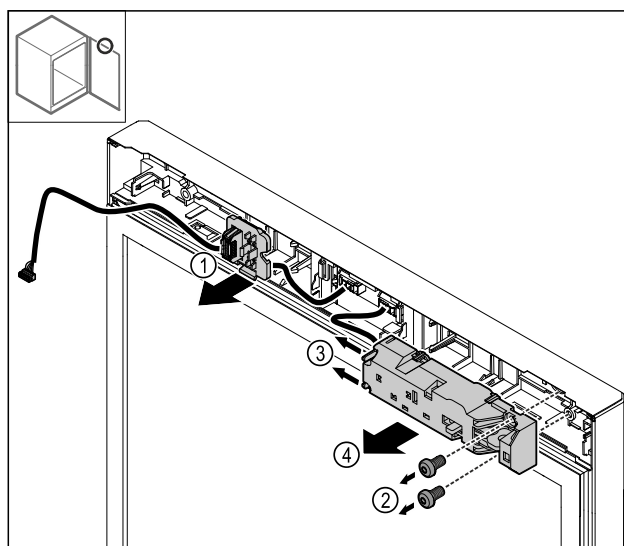

Fig. 27
- ▶ Løsne pluggholderen Fig. 27 (1).
- ▶ Fjern skruene Fig. 27 (2).
- ▶ Trykk låsetappene Fig. 27 (3) til siden og fjern den elektriske låsen Fig. 27 (4).